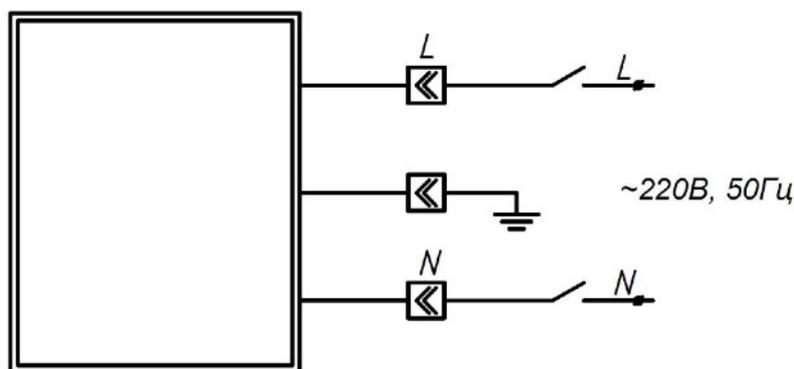

Рис. 1. Схема подключения
3.6. Подключить питающий кабель согласно «Схемы подключения» - Рис. 1.